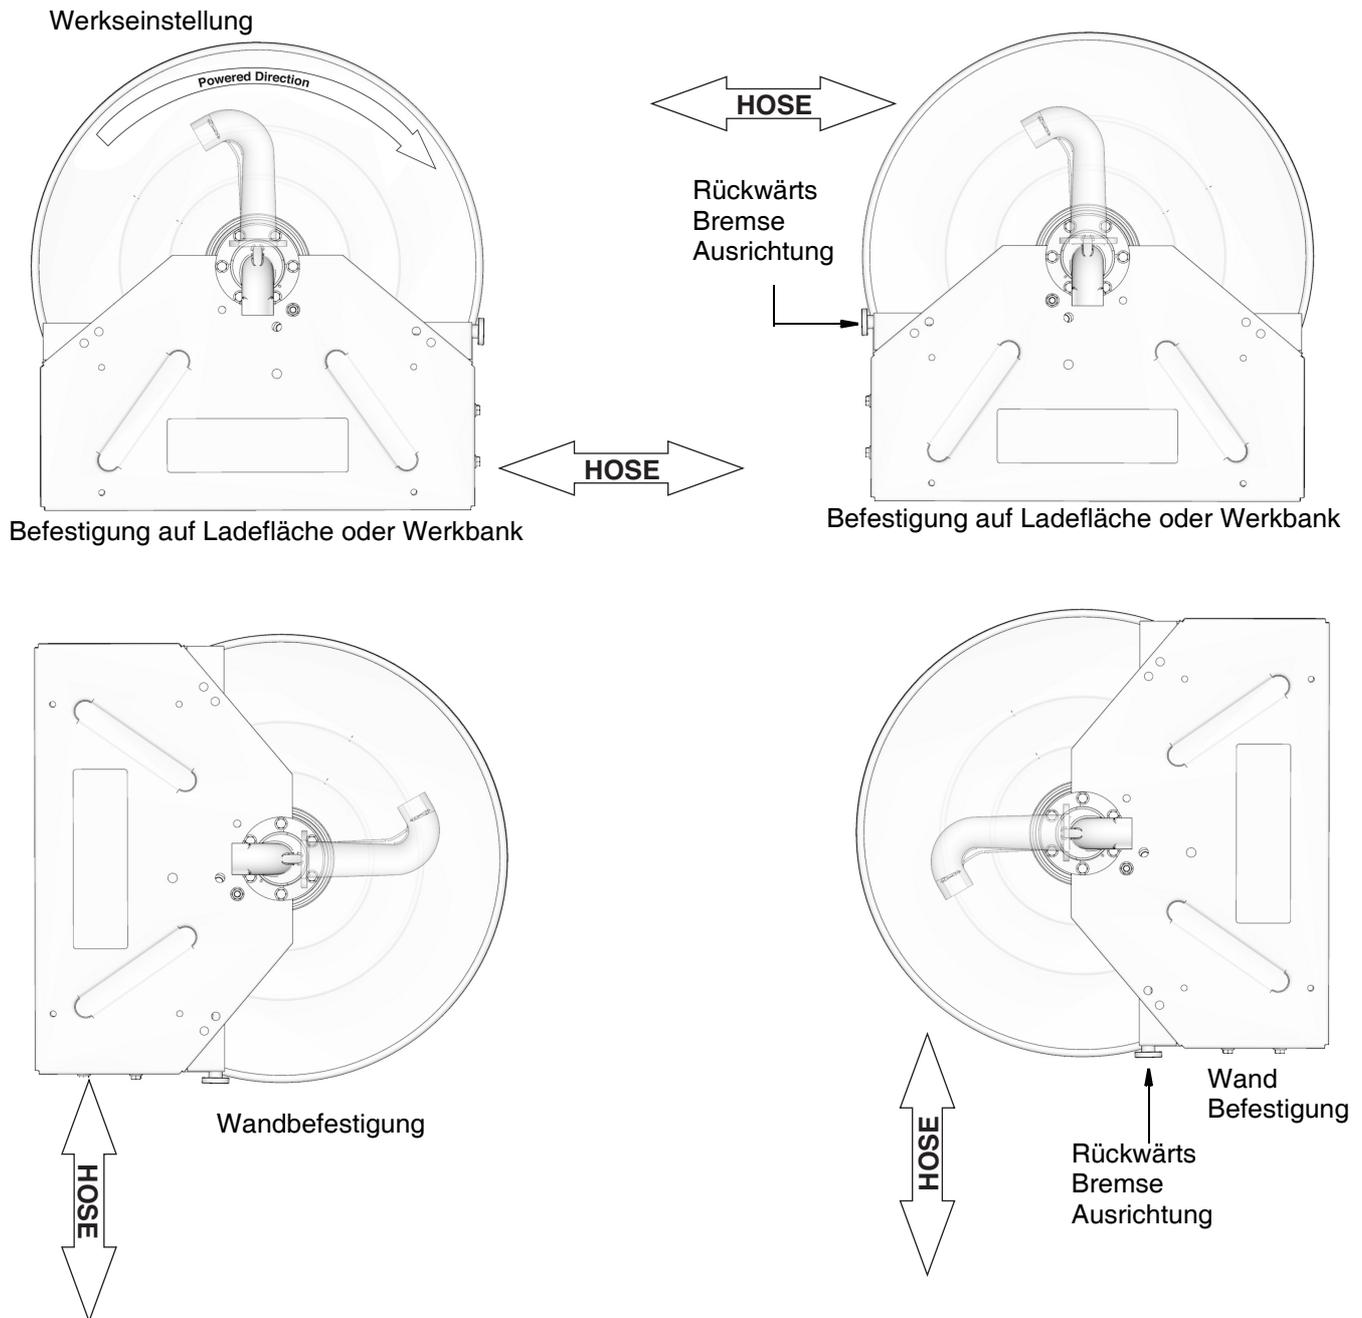
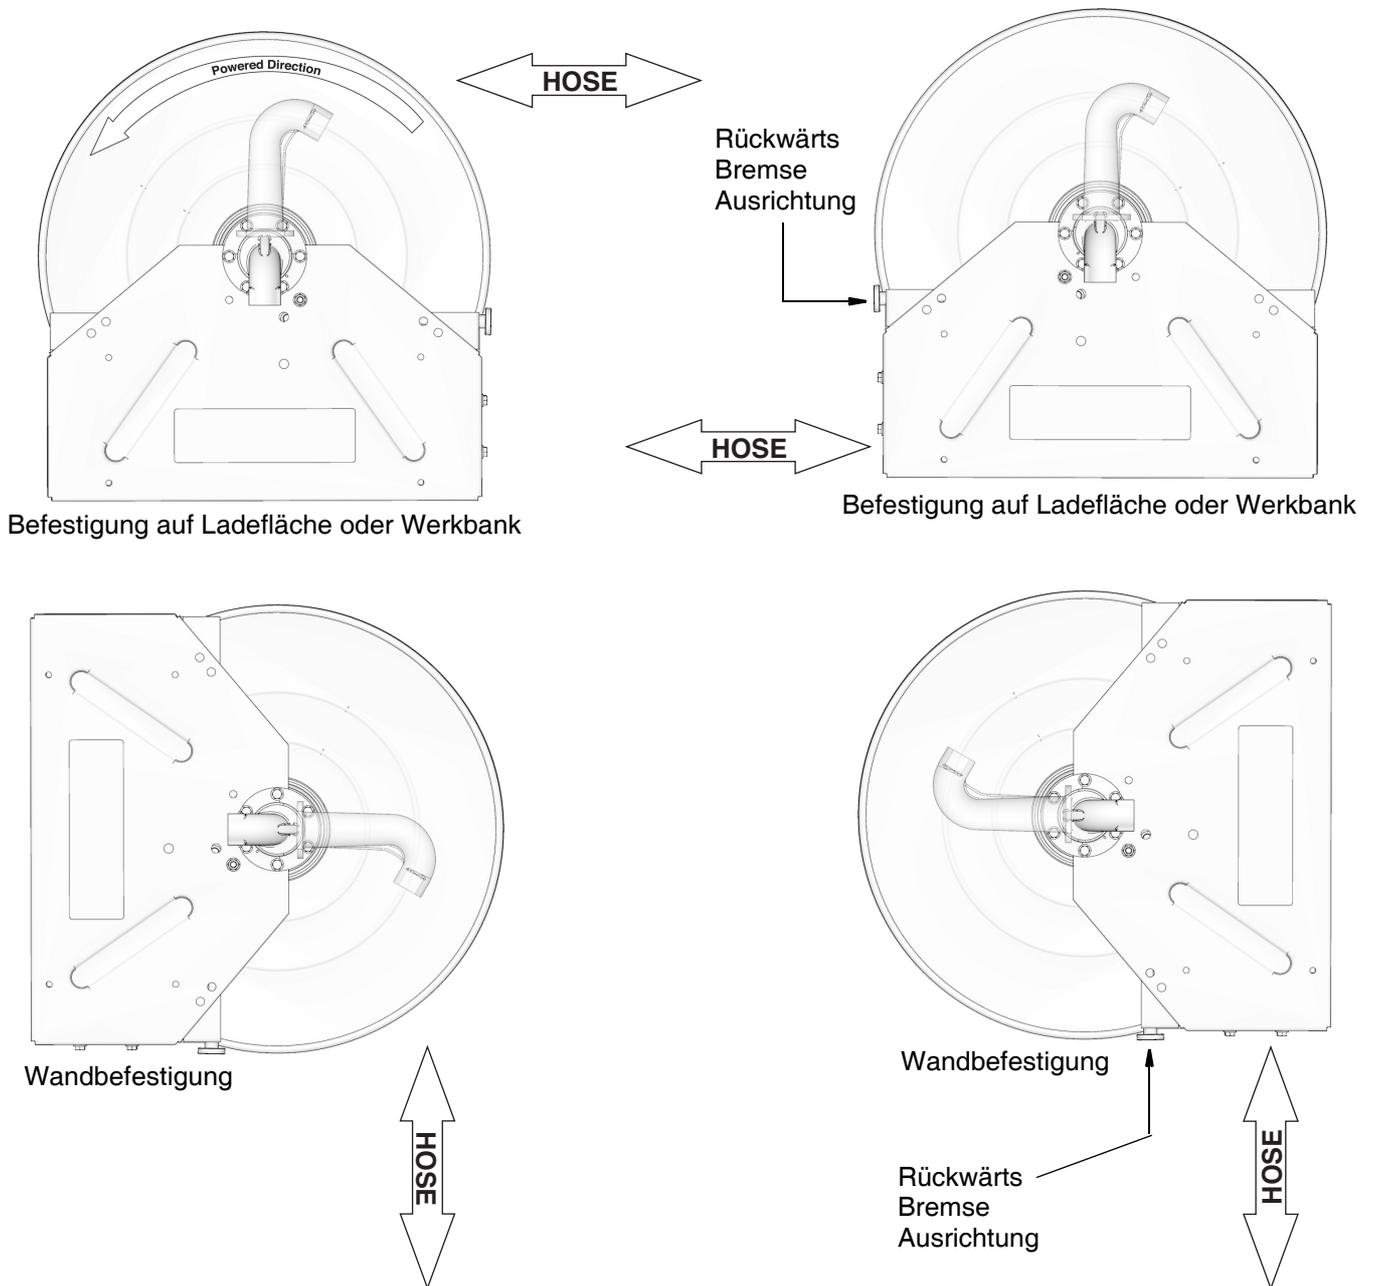

ABB. 22: Einlassseite gezeigt
ABB. 23: Einlasseite gezeigt
Die Ausrichtung vom Auslass (17) und Drehung von Motor (26) können entsprechend ABB. 22-ABB. 23 verändert werden.
In den Konfigurationen in ABB. 22 dreht sich Motor unter Strom gegen Uhrzeigersinn wenn von Motorseite auf Trommel geblickt wird. Alle vier Konfigurationen in ABB. 22 verfügen über die werksseitige Standardmotordrehung und Auslassausrichtung.
In den Konfigurationen in ABB. 23 dreht sich Motor unter Strom im Uhrzeigersinn wenn von Motorseite auf Trommel geblickt wird. Alle vier Konfigurationen in ABB. 23 erfordern das Umdrehen von Motordrehung (26) und Auslass (17).
3. Die korrekte Ausrichtung für Auslass (17) für den Installationsstandort bestimmen. Siehe Ausrichtung des Auslasses und Motordrehung, ABB. 22 auf Seite 28 und ABB. 23 auf Seite 29.